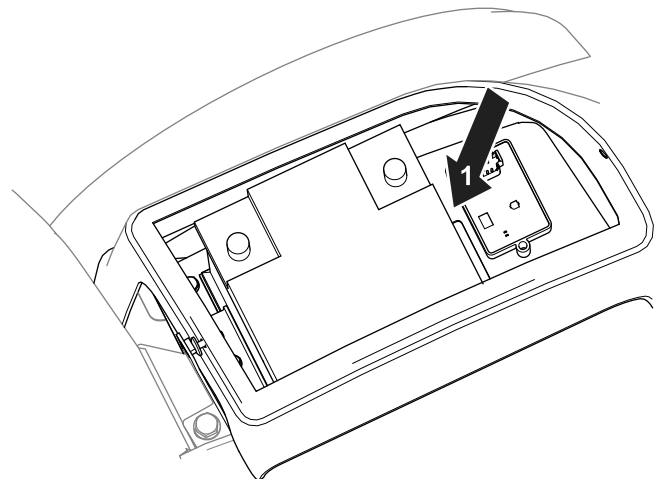

Bild 19
9. Wickeln Sie die überschüssige Länge des Kabelbaums auf und befestigen Sie diesen mit einem Kabelbinder vor der Batterie (Bild 19).